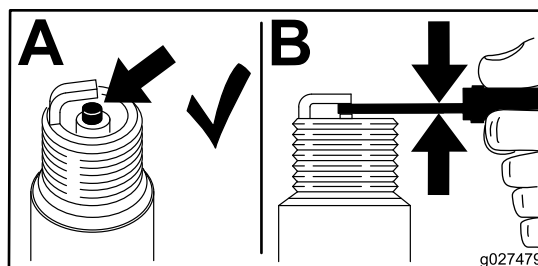

Figura 44
3. Togliete la candela (Figura 44).